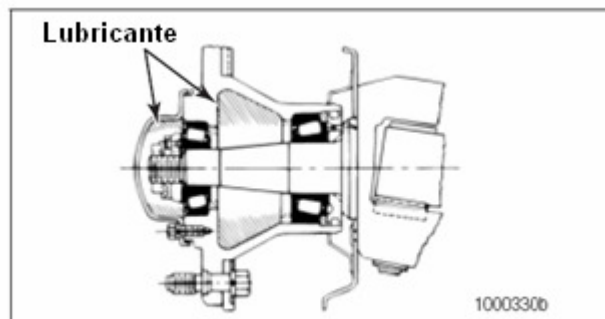

Figura 6.33
4. Fuerce el lubricante especificado del extremo grande de los conos en las cavidades entre los rodillos y la jaula. Empaquete con lubricante el cubo entre las carcasas del rodamiento para nivelar el diámetro más pequeño de las copas. Figura 6.33.